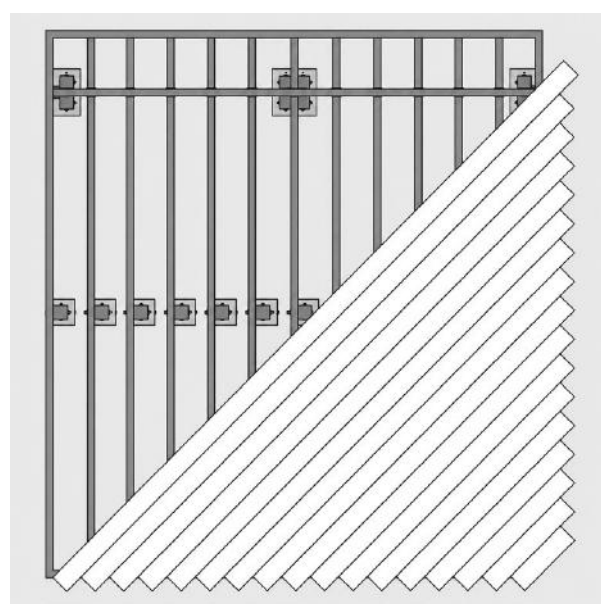

FIG. 12 – LAMES POSÉES PROGRESSIVEMENT VERS LES ANGLES
- 02 Après avoir posé la lame centrale, placez progressivement chaque lame vers l'extérieur en direction des angles de l'ossature (fig. 12) : les chutes de lames peuvent être conservées et utilisées pour finir les angles ; prévoyez un léger débord au-delà du bord de la structure porteuse.